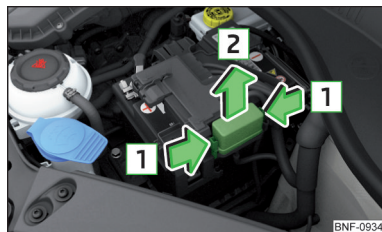

Fig. 171
Sikringerne er placeret under en afdækning ved siden af bilens batteri » Fig. 171.
- Tryk afdækningens låseknapper **1** » Fig. 171 sammen samtidig.